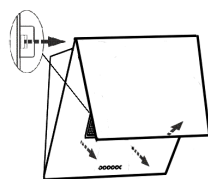

рис. 4A
- снимите алюминиевый фильтр, для этого нажмите на пружинный замок фильтра и потяните его на себя (рис. 4A);